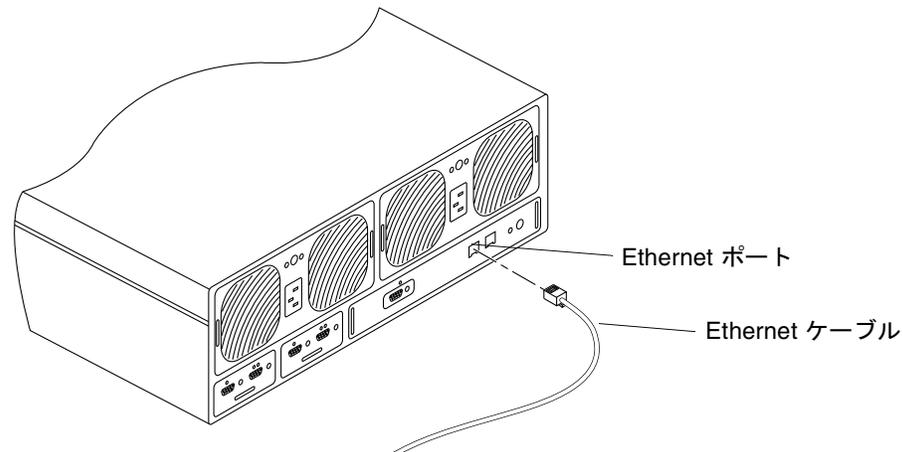

図 2-7 Ethernet ケーブルの接続
4. Ethernet ケーブルの一方の端を、マスター装置のコントローラカードにある Ethernet ポートに接続します (図 2-7)。